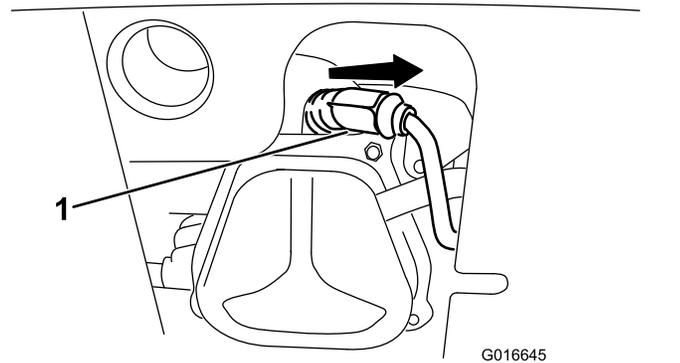

Figure 37
1. Enlevez le capuchon (**Figure 37**).